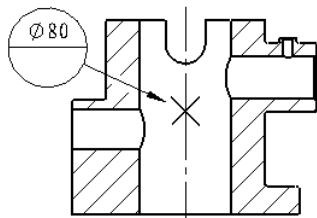
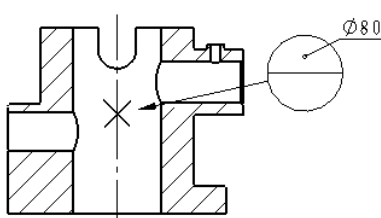
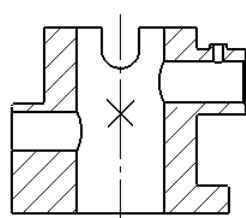

图 6.4.8 目标符号
图 6.4.9 区域大小在外的目标符号
图 6.4.10 无目标符号
- ☑ 基准目标的样式包括如下三种：图 6.4.8 所示的“目标符号” 、图 6.4.9 所示的“区域大小在外的目标符号”  和图 6.4.10 所示的“无目标符号” .